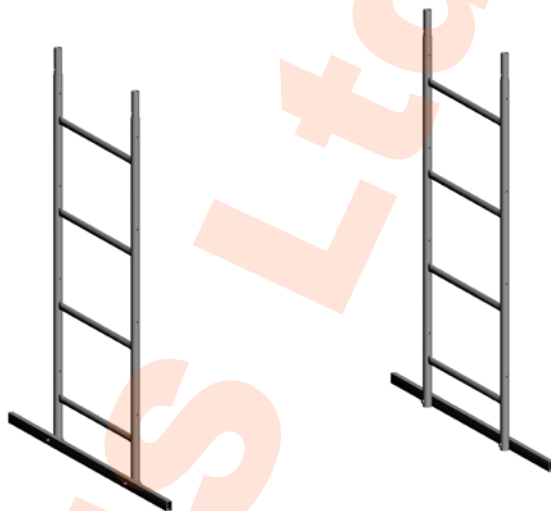

рис.1
4.1. При помощи крепежных болтов (7) и гаек (8) присоединить опорные траверсы (5) к основанию лестниц (1), (рис.1).